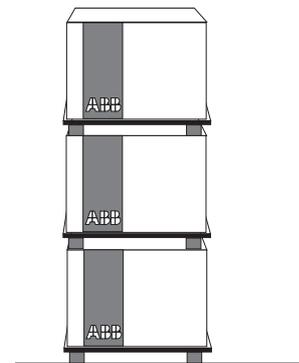

Abb. 5
- Die Höchstzahl der übereinander stapelbaren Leistungsschalter ist in Abb. 5 angegeben.